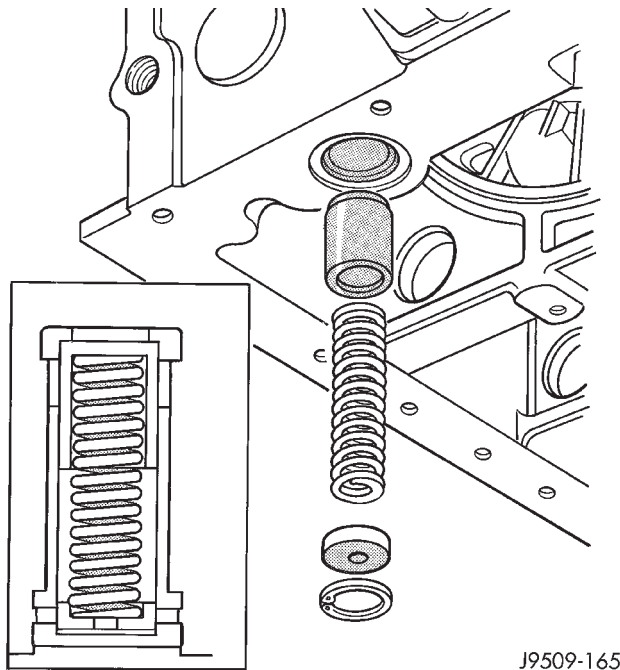

Abb. 39 Schmieröl-Überdruckventil
- (1) Ölwanne abbauen.
- (2) Sicherungsring des Überdruckventils ausbauen.
- (3) Deckel, Feder und Kolben des Überdruckventils ausbauen (Abb. 39).
- (4) Länge der Feder des Überdruckventils messen. Die Länge der Feder muß im ungespannten Zustand